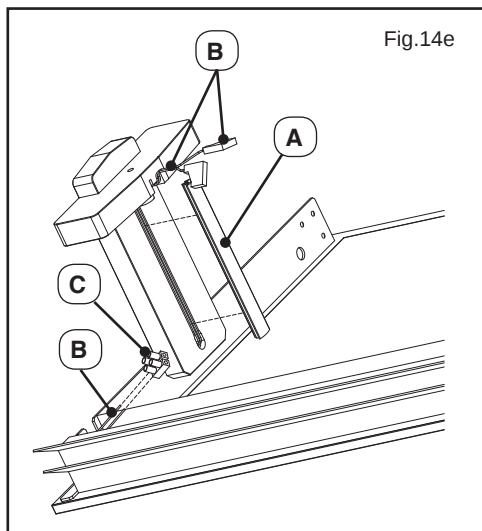

Fig.14e
- Die Dichtung A, die den Schlitz in der Mitte der Ablagenhalterung bedeckt, abziehen (Abb. 14e);
- Das Kabel in das Loch und in den Schlitz der Ablagenhalterung einfädeln (Abb. 14e);